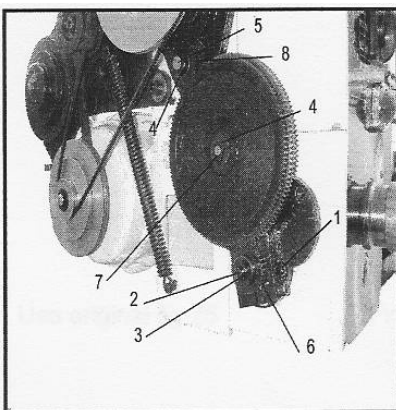

Fig 13
- Lösen Sie die Schraube (1, Fig 13)
- Entfernen Sie Schraube (2), Scheibe (3) und das Wechselrad (6)
- Lösen Sie den Achsbolzen (7) bis er verschiebbar ist.
- Lösen Sie die Mutter (5), entfernen Sie die Scheibe (4) und das Wechselrad (8).